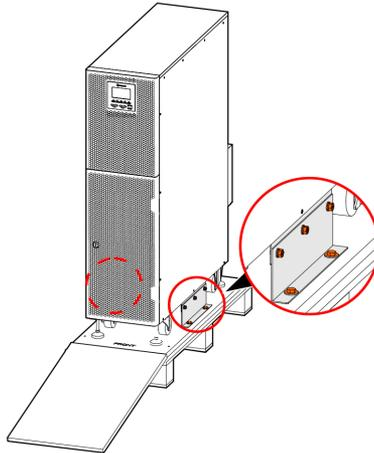

Figura 3-4 Posición de los tornillos
Paso 6 Después de revisar el equipo, use una llave de cubo para desenroscar los tornillos que conectan el equipo a la tarima. La posición de los tornillos se muestra en la figura 3-4.